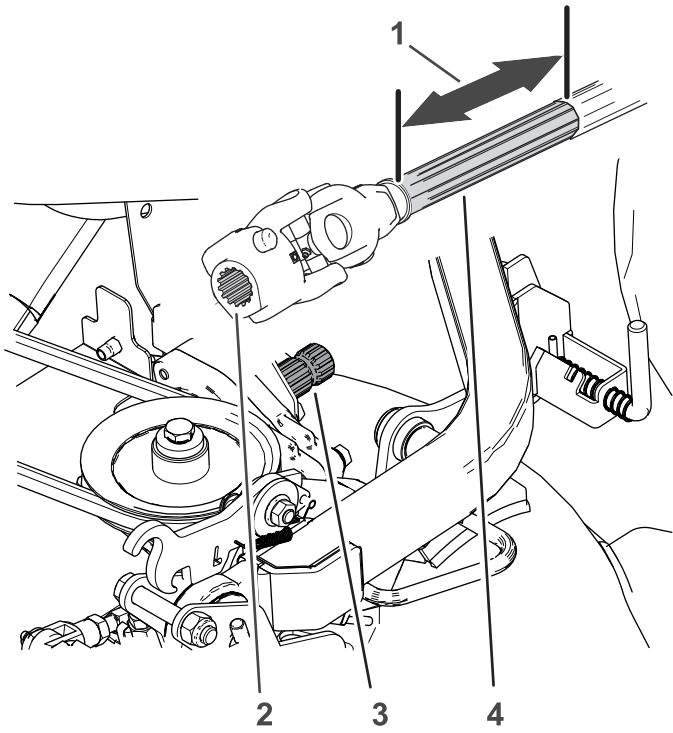

図 48
2. 駆動シャフトの前半分 図 48を前方に 25 cm ほど引き出す。
3. ギアボックスのシャフトのスラインと駆動シャフトのスラインをきれいにする図 48。
4. 前駆動シャフトの滑り面をきれいにする図 48。
5. ギアボックスのシャフトのスラインと U ジョイントカップリングのスライン図 48に固結防止コンパウンドを塗る。
6. 前駆動シャフトの滑り面に固結防止コンパウンドを塗る図 48。